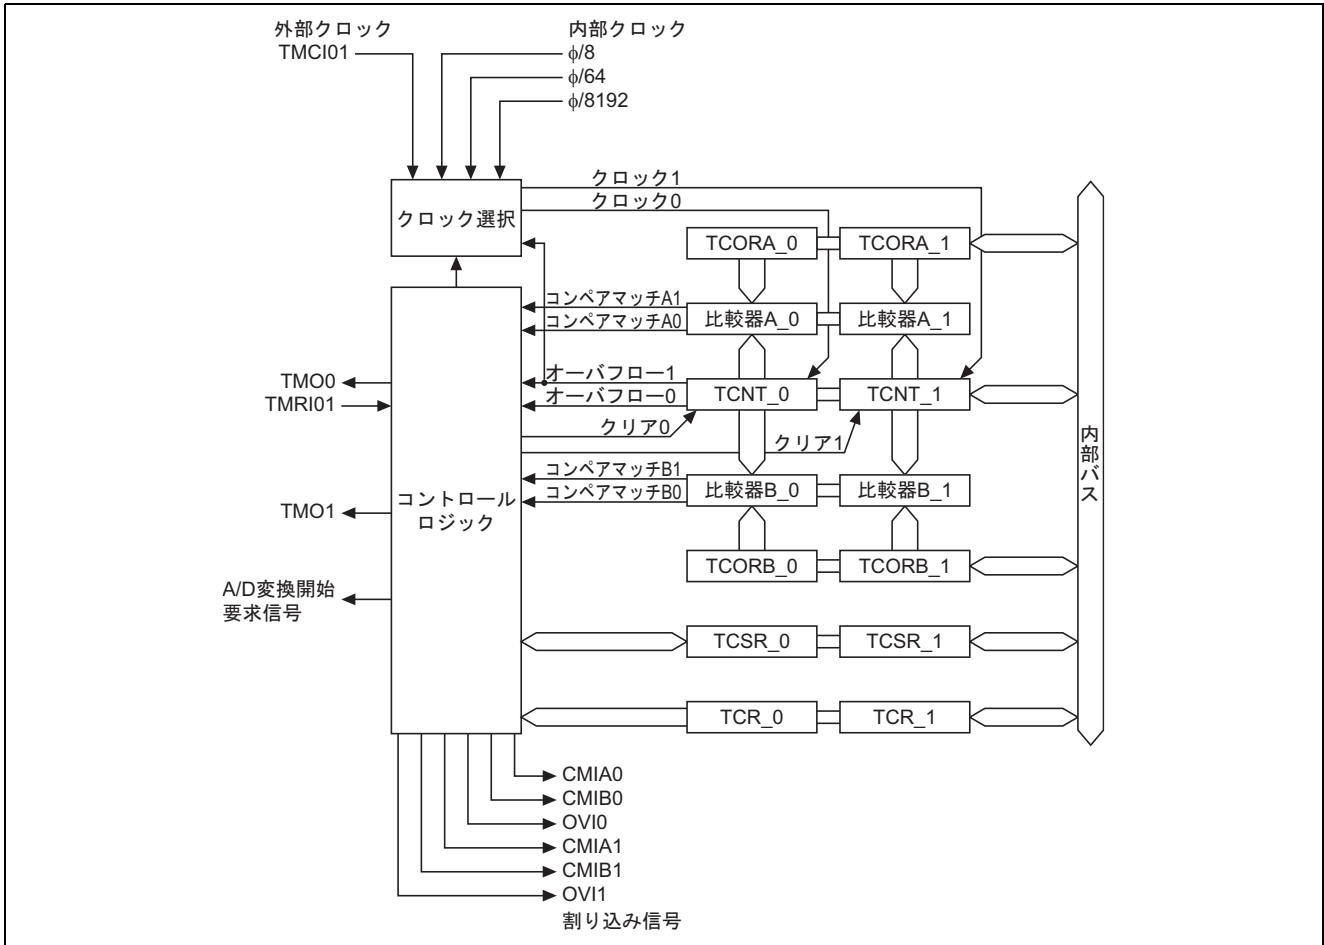

図2 8ビットタイマのブロック図
(1) 8 ビットタイマのブロック図を図 2 に示し、以下に 8 ビットタイマのレジスタについて説明します。